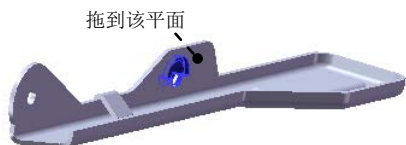

图 13.4.36 成形特征 2
Step9. 创建图 13.4.36 所示的成形特征 2。
(1) 单击任务窗格中的“设计库”按钮 ，打开“设计库”对话框。
(2) 单击“设计库”对话框中的 ch13 节点，在设计库下部的列表框中选择“file_shaped_tool_03”文件并拖动到图 13.4.36 所示的平面，在弹出的“成形工具特征”对话框中单击 按钮。